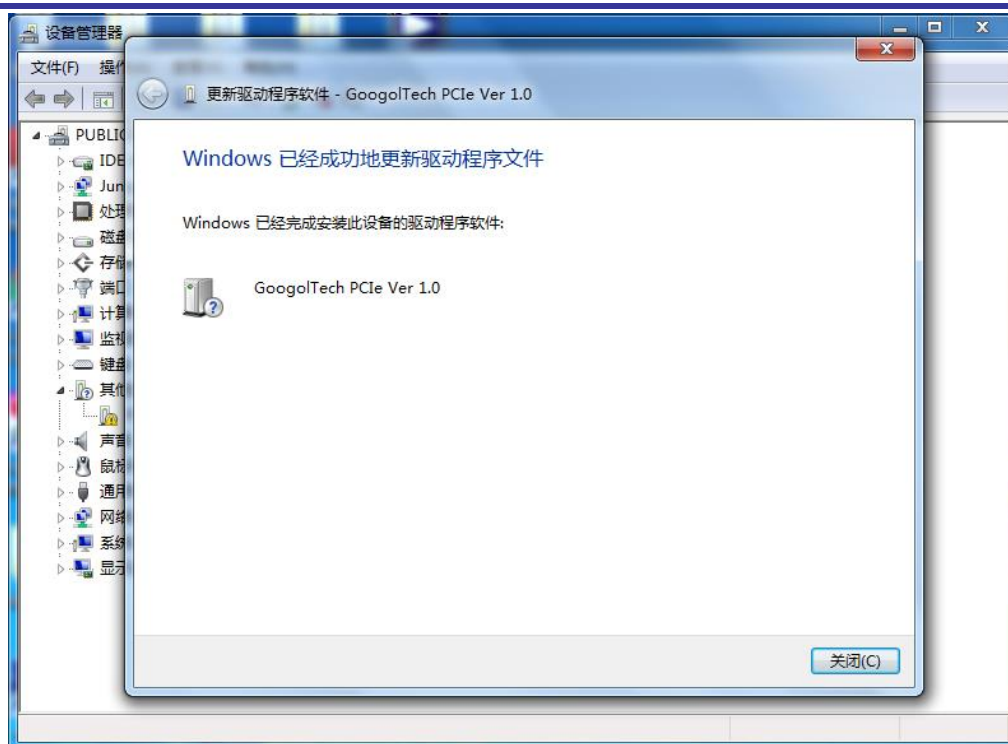
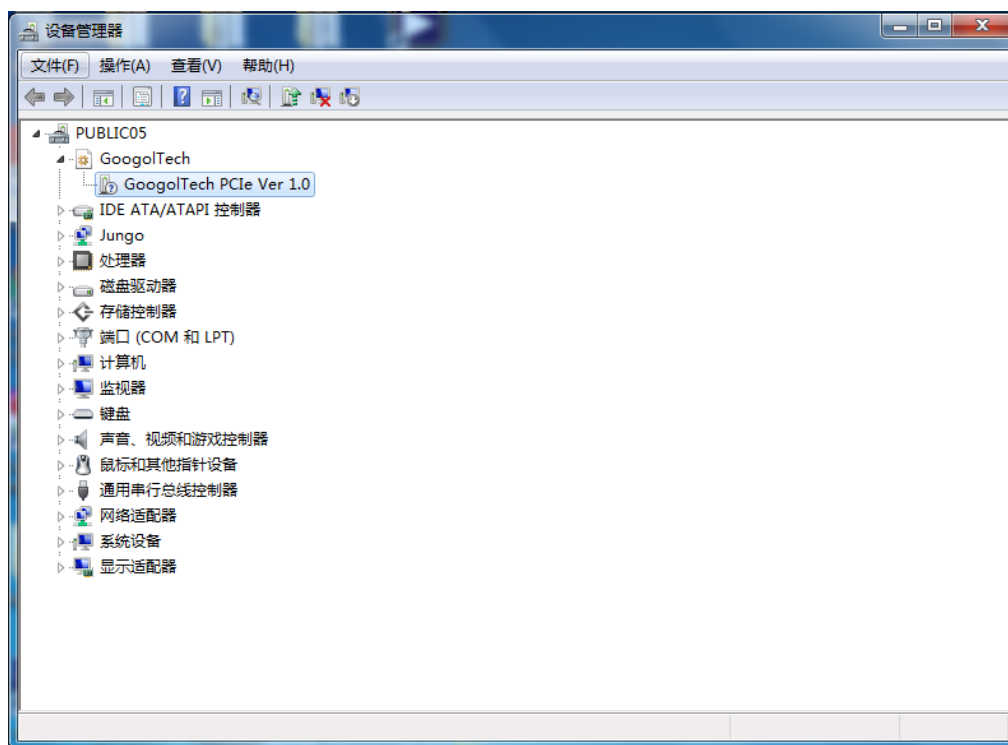

图 2-16 运动控制卡驱动程序安装界面 6
图 2-17 运动控制卡驱动程序安装界面 7
(6) 驱动安装成功后, 弹出如图 2-16 所示的提示界面, 点击【关闭】按钮, 在设备管理其中 GoogolTech 分支下显示 GoogolTech PCIe Ver 1.0, 如图 2-17 所示, 说明驱动程序已经安装成功。[注: 对应电脑的系统, 安装相应的驱动程序]。